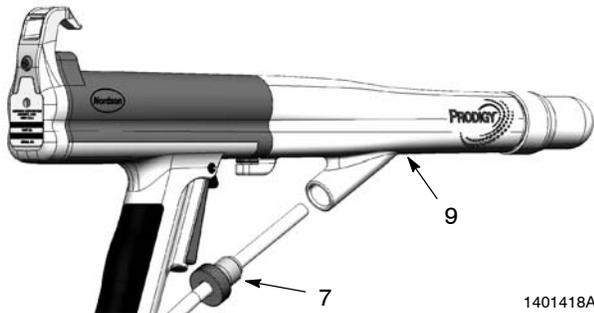

Abb. 1 Pulverschlauch abnehmen
1. Siehe Abbildung 1. Den Verriegelungsring (7) losschrauben und den Pulverschlauch aus dem Adapter (9) ziehen.
6. Siehe Abbildung 1. Den Pulverschlauch bis zum Anschlag in den Adapter schieben. Den Verriegelungsring satt in den Adapter schrauben, um den Schlauch zu befestigen.